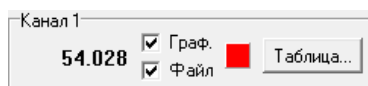

Рисунок 14. Область настройки каналов Регистратора
Если калибровочная таблица для конкретного канала прибора не выбрана, либо если в выбранной таблице введены некорректные данные, надпись на соответствующей кнопке "Таблица" (см. Рисунок 14) будет подсвечена **красным** цветом. При этом пересчет относительных единиц, получаемых от прибора, в реальные физические величины измеряемого параметра становится невозможным, на экран и в файл результатов измерений для данного канала прибора будут выводиться нулевые значения.
3. Выбрать эту тестовую таблицу для настраиваемого канала с помощью соответствующей кнопки "Таблица" (см. Рисунок 14);
10. Сохранить подготовленный файл калибровочной таблицы на жестком диске компьютера и загрузить его в Компьютерный Интерфейс для данного канала прибора, с помощью соответствующей кнопки "Таблица" (см. Рисунок 14);